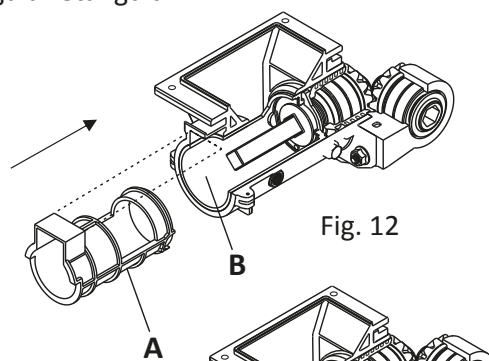

Fig. 12
B- Introduza a Câmara Redutora (A) Fig. 12 no interior do Revestimento (B), até o final, encaixando no guia retangular.